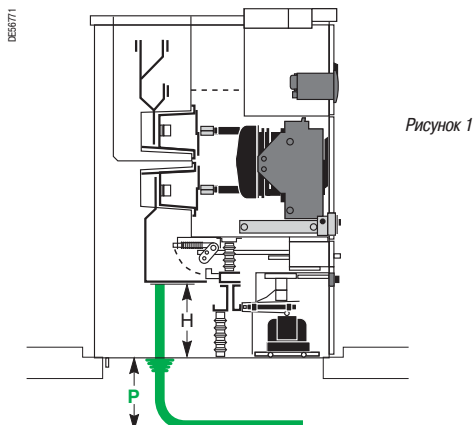

Рисунок 1
(1) Выполняя установку с балансным трансформатором тока низкого напряжения с сердечником, используйте тип трансформатора ARC3 при соединении с двумя кабелями (см. стр. 31).
- При определении глубины P кабельного канала распределительного щита необходимо учесть ячейки и кабели, требующие максимальной глубины (рис. 1).